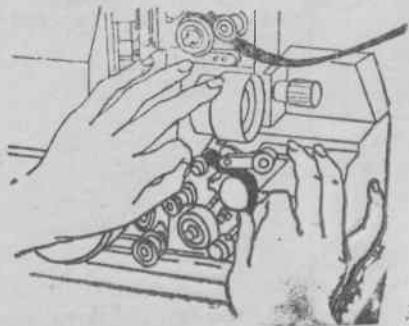

Рис. 28.
6. Сделав свободную петлю под фильмовым каналом, набросьте фильм на поддерживающий ролик. Затем, взяв фильм пальцами обеих рук на расстоянии 5—6 кадров, согните его в дугу и введите между звуковым барабаном и прижимным роликом. Для этого нужно предварительно приподнять прижимной ролик, нажав пальцем на его держатель, как показано на рис. 28. После установки пленки прижимной ролик плавно подведите к гладкому барабану.